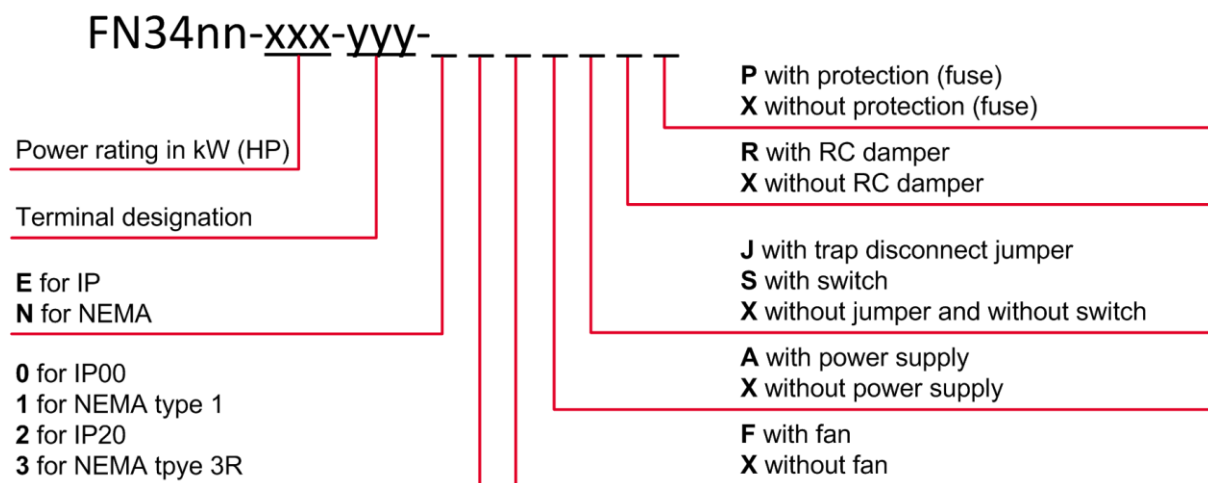

Abbildung 1 Ecosine evo Bezeichnung
- Der vierte Teil der Bezeichnung 'FN 34nn-xxx-yyy-_____' enthält sieben Zeichen, wovon die ersten beiden die Schutzart des Filters angeben. E0 und E2, zum Beispiel, stehen für Gehäuse der Schutzarten IP 00 und IP 20, während N1 und N3 den NEMA-Schutzarten "1" bzw. "3R" (erhältlich nur in Nordamerika) entsprechen. Die danach folgenden Zeichen geben an, ob das Filter optionale Module enthält (F,A,J,R,P) oder nicht (X), siehe Abbildung 1. Weitere Informationen finden Sie in den Abschnitten 2.4, 2.5 und 2.6.